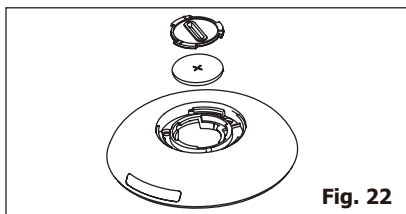

Fig. 22
- 3.** Gör på samma sätt för att öppna skyddslocket på insidan och ta ut batteriet. (Fig. 22)